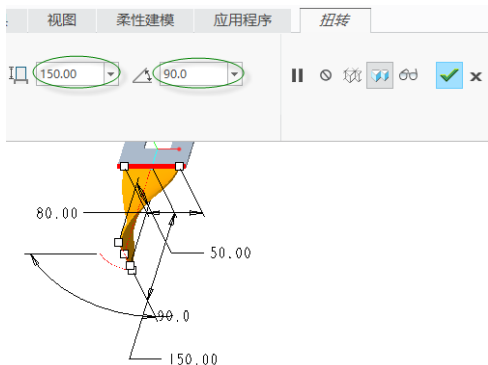

图 1-157 设置壁长度与扭转角度
(6) 在 (壁长度) 值框中设置扭转壁的长度值为“150”, 在 (扭转角度) 值框中设置扭转壁的扭转角度为“90”, 如图 1-157 所示。